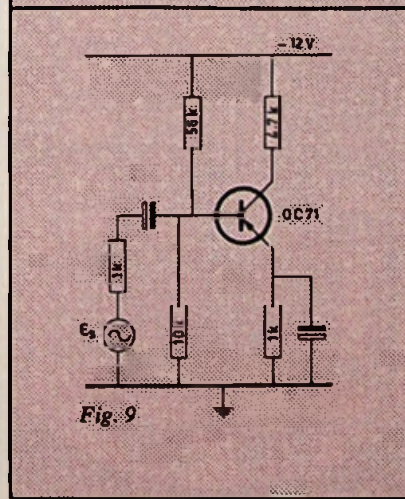

Fig. 9
Passen we formule (14) toe op de versterker van fig. 9, dan blijkt uit het vervangingscircuit van fig. 10 dat: